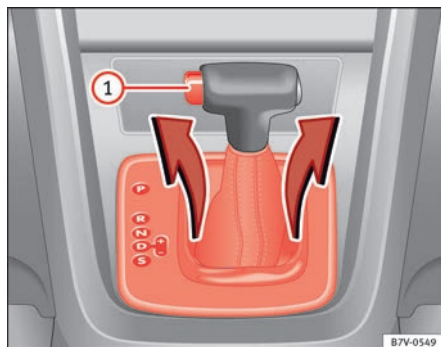

Fig. 195 Desmontar o revestimento do campo de indicação das mudanças.
- Puxar para cima a cobertura pela zona do guarda-pé da alavanca selectora ⇒ Fig. 195.
- Pressionar o botão de bloqueio ⇒ Fig. 195 ① no punho da alavanca selectora e colocar a alavanca na posição **N**.